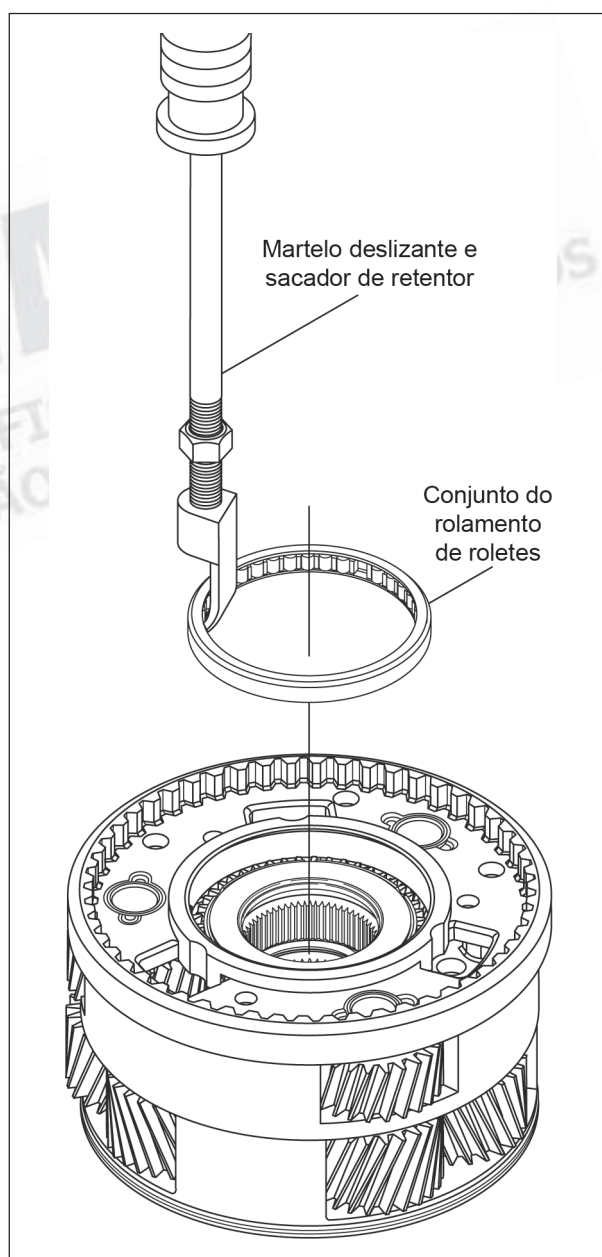

Figura 125
6. Remova e descarte o rolamento do suporte central utilizando um martelo deslizante, conforme mostra a figura 125.